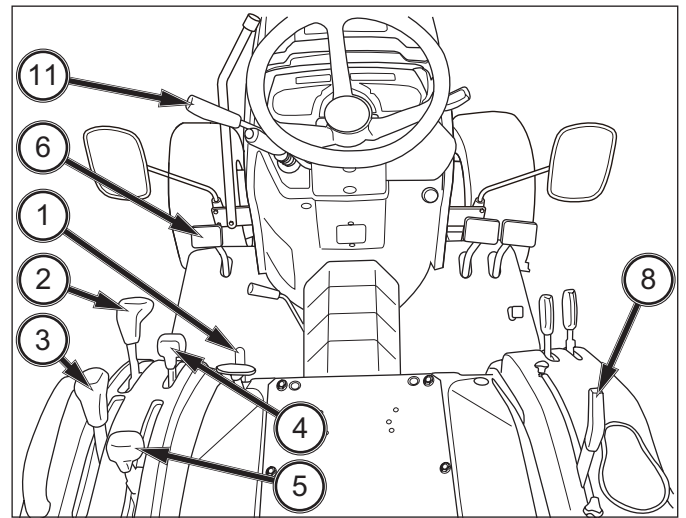

ABB. 62 (Mechanisches Getriebe)
ABB. 62: Der Kontrollknopf für das langsame Absenken (1) stellt die Absenkgeschwindigkeit des Dreipunkthebers und des Anbaugeräts ein. Für langsames Absenken den Knopf im Uhrzeigersinn drehen; für schnelleres Absenken den Knopf gegen den Uhrzeigersinn drehen. Durch Drehen des Knopfes bis zum Anschlag im Uhrzeigersinn wird das Anbaugerät (oder Hubwerk) in angehobener Position festgestellt.